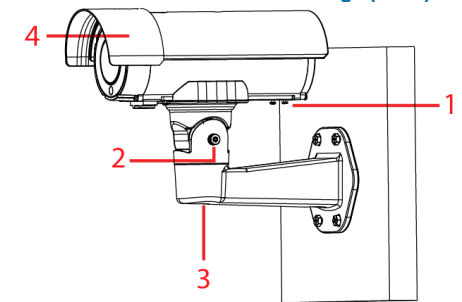

Figure 6
- D. Pivotez la caméra de sorte à la positionner correctement sur la plaque du bras de montage, puis fixez-la à l'aide des quatre vis T10 (1) (Figure 6).
- A. À l'aide de la clé Torx T10 de sécurité, réglez l'angle d'inclinaison du support (2) (Figure 6), ainsi que l'angle horizontal (3) (Figure 6).
- A. Avancez ou reculez le pare-soleil (4) (Figure 6) jusqu'à obtention de l'ombrage requis.